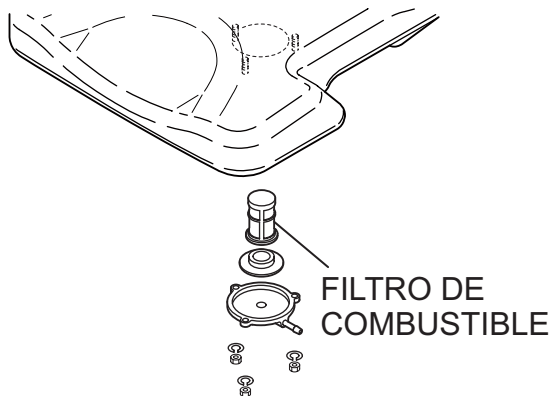

Figura 12. Filtro de combustible
- Retire el tapón del filtro de combustible y limpie el interior l del tanque de combustible (Figura 12).